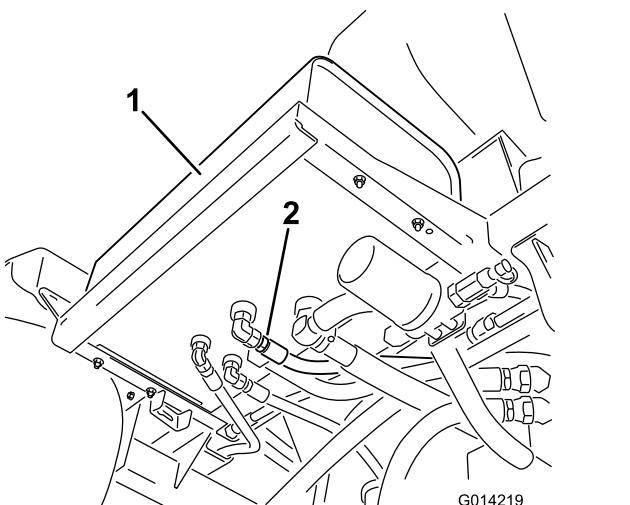

Figura 90
2. Limpie la zona alrededor del acoplamiento de uno de los manguitos hidráulicos, en la parte inferior del depósito de fluido hidráulico (Figura 90).
4. Retire el acoplamiento de la manguera del depósito y deje drenar el fluido al recipiente (Figura 90).